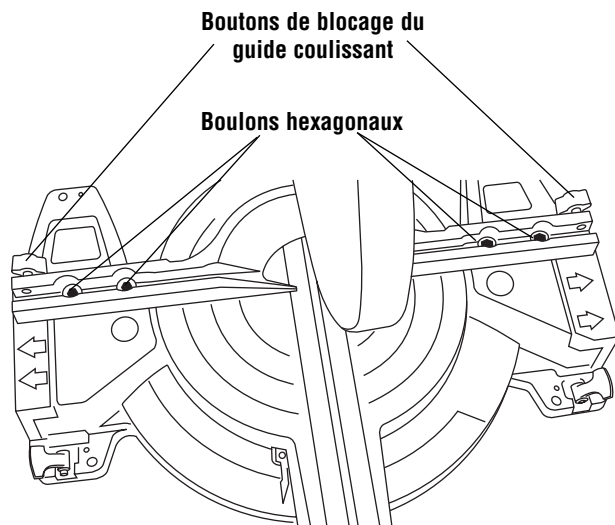

Figure 2. Réglage du guide
- c. Desserrez les 4 boulons six pans situés derrière les guides à l'aide de la clé multifonctions (Figure 2).